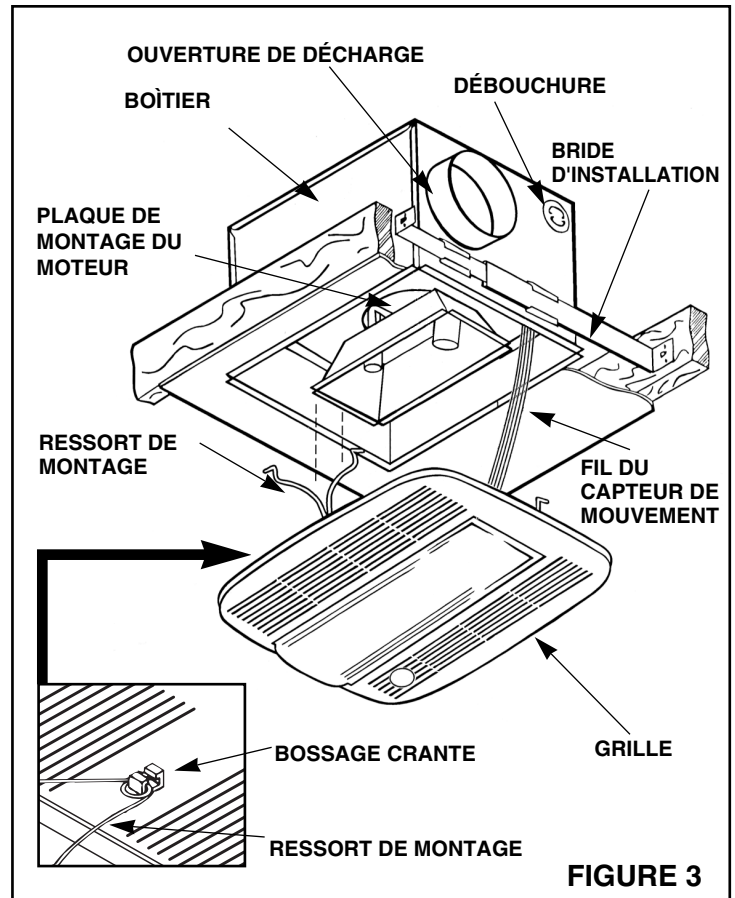

FIGURE 3
1. Consulter la **Figure 3**. Insérer les brides d'installation à chaque extrémité de l'encastrement.
4. Consulter la **Figure 3**.
1. Consulter la **Figure 3**. Encliquer les ressorts d'installation de la grille dans les bosses situées à l'endos de la grille.